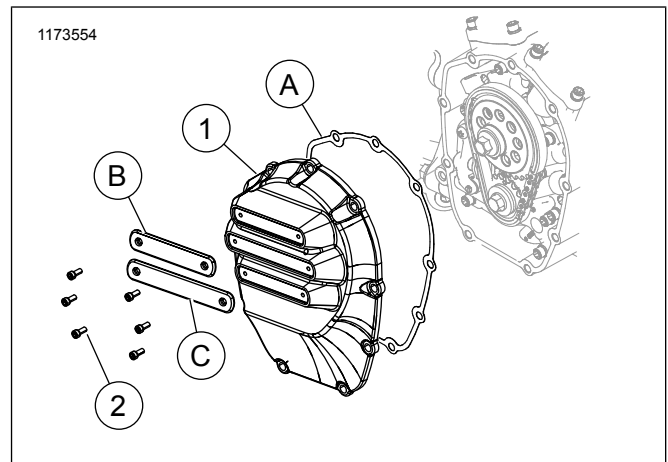

Figura 1. Cubierta de levas Milwaukee-Eight (Típica)
Consulte Figura 1 y Tabla 1.
2. Afloje o quite los componentes necesarios para acceder a la cubierta de levas (1).
4. Vea Figura 1. Quite la cubierta de levas (1).
6. Reemplace la junta (A).
7. Instale la cubierta de levas (1). Apriete los tornillos en la secuencia que se muestra en el Manual de servicio.